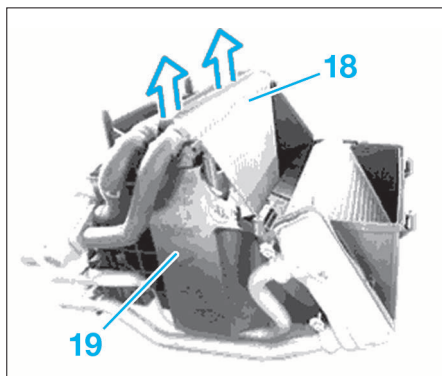

FIG. 28
- Sortir l'évaporateur (18) du boîtier inférieur (19) (Fig.28).